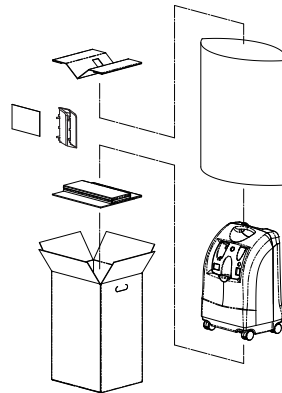

ABBILDUNG 3.1
*HINWEIS: Für dieses Verfahren, siehe **ABBILDUNG 3.1**.*